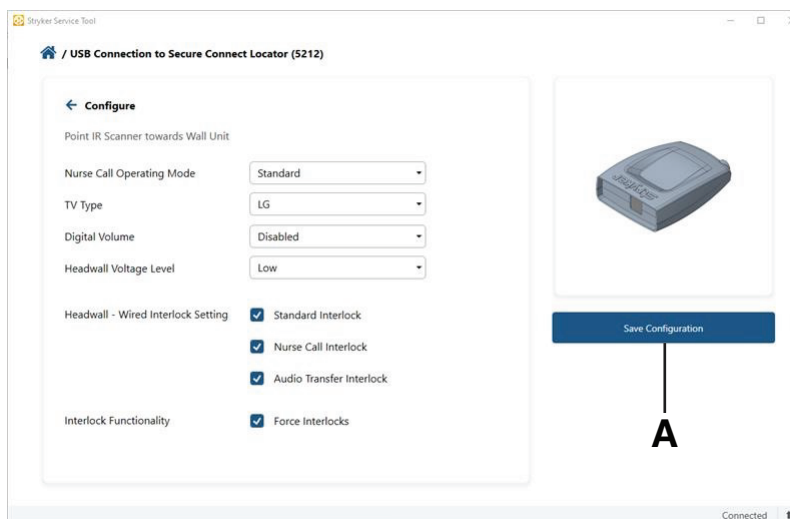

Рисунок 4 – Инструмент для обслуживания Stryker
2. Выберите **Сохранить настройку (A)** (Рисунок 4).